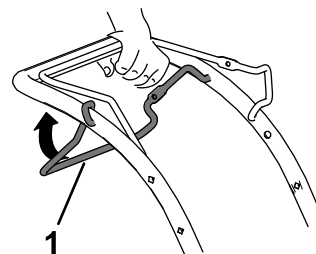

Figura 13
- Pentru a cupla propulsia automată, trageți bara pentru propulsia automată către mâner și înclinați-o în sus (Figura 13).